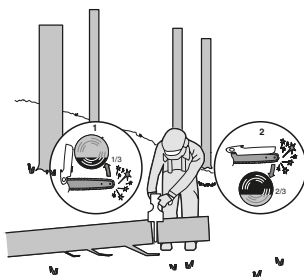

Fig 3
Lorsque le rondin est soutenu par une extrémité, comme illustré sur la Figure 3, coupez 1/3 du diamètre de la face du dessous (depuis le bas) (1). Puis, terminez la coupe en coupant par le haut (2) pour rejoindre la première coupe.